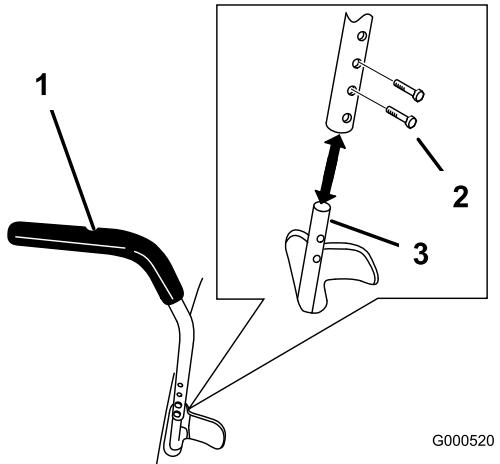

Figura 22
1. Togliete i due bulloni che fissano la leva di comando all'albero del braccio di controllo (Figura 22).
2. Spostate la leva di comando nella serie di fori successive. Fissate la leva con i due bulloni (Figura 22)